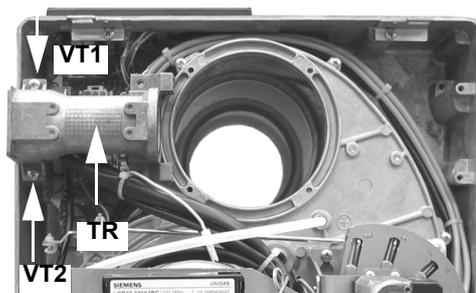

Fig. 16
- 5 Rimuovere la flangia e la testa di combustione insieme (Fig. 16).
7 Svitare la vite **V** che fissa la testa di combustione al tubo testa, girare la testa di 180° come indicato in( Fig. 16), fino a incontrare il foro **F**, e fissare nuovamente la vite **V**(Fig. 16 - Fig. 17).